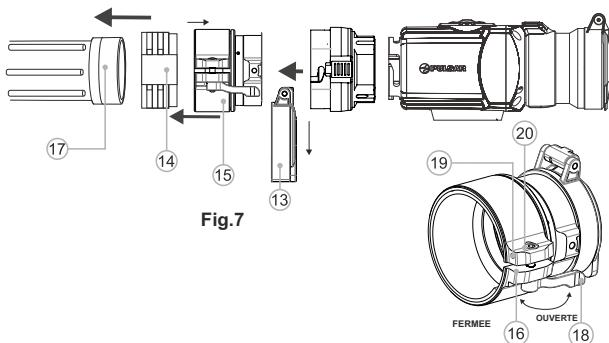

Fig.7
- Installez fermement l'adaptateur avec l'insert sur la lentille de l'objectif (**18**) d'un appareil de jour (**Fig.7**).
- Enclenchez le levier (**19**) de la position **OUVERTE** d'origine à la position **FERMEE** (**Fig. 7**).
- Desserrer la vis de verrouillage (19) avec la clé à embout hexagonal (S=2 mm).
- Serrer la vis (20) avec une clé à embout hexagonal (S=4mm) avec une force de serrage nécessaire pour assurer que l'adaptateur se joigne bien à la lentille d'objectif.
- Serrer la vis de verrouillage (19).